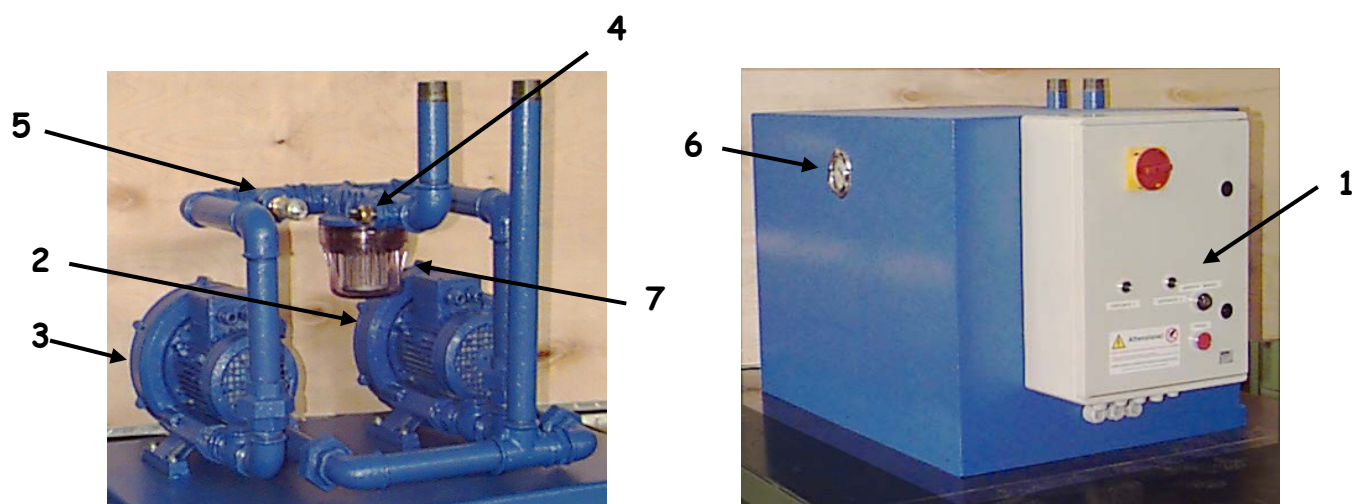

Fig. 3.1
- pannello di comando ( Pos. 1, Fig. 3.1 );
- N° 2 elettropompe a canali laterali separati ( Pos. 2/3, Fig. 3.1 ), con portata adeguata all'impianto da alimentare. Le due pompe si alternano automaticamente ogni ora di funzionamento. Nel caso di guasto di una pompa, la seconda funziona in modo continuato.
- N° 1 vuotostato ( Pos. 4, Fig. 3.1 ) per la segnalazione della mancanza grado di vuoto necessario;
- N° 1 valvola regolatrice di flusso ( Pos. 5, Fig. 3.1 ). La valvola deve essere regolata in funzione degli utilizzi in modo da ottenere nell'impianto una depressione da 90 a 110 mm/Hg;(nell'impianto GSE30+30 si ottiene invece una depressione di 55 mbar – 42 mm/Hg).
- N° 1 vuotometro ( Pos. 6, Fig. 3.1 ) per il controllo del grado di vuoto dell'impianto;
- N° 1 filtro ( Pos. 7, Fig. 3.1 ) in ingresso aspirazione per il trattenimento di particelle solide.